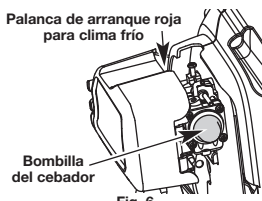
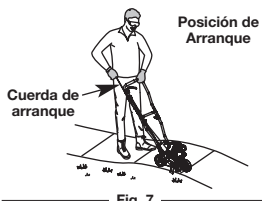

Fig. 6
Fig. 7
**SI HAY FRÍO...** En tiempo de frío (por debajo de 40°F), mueva hacia abajo la palanca de arranque roja para clima frío (Fig. 6) a fin de ponerla en la posición cerrada, y continúe con el paso 3. **NO** mueva esta palanca si la temperatura está por encima de 40°F.
3. Oprima completamente y libere la pera del cebador 10 veces, lentamente. Deberá verse alguna cantidad de combustible en la pera del cebador (Fig. 6). Si no puede ver combustible en la pera, oprima y suelte la pera tantas veces como sea necesario hasta que vea combustible en la misma.
5. Oprima y mantenga oprimido el botón ON (I) del arrancador eléctrico o del Power Start Bit™ equipado con taladro a intervalos no mayores de 2 segundos hasta que la unidad arranque.
8. Párese en la posición de arranque (Fig. 7). Incline la unidad hacia atrás de modo que la cuchilla no toque la tierra.
**ADVERTENCIA:** Evite los arranques accidentales. Colóquese en posición de inicio cuando tire de la cuerda de arranque (Fig. 7). El operador y la unidad deben estar en una posición estable al arrancar la unidad para evitar graves lesiones personales.
4. Párese en la posición de arranque (Fig. 7).